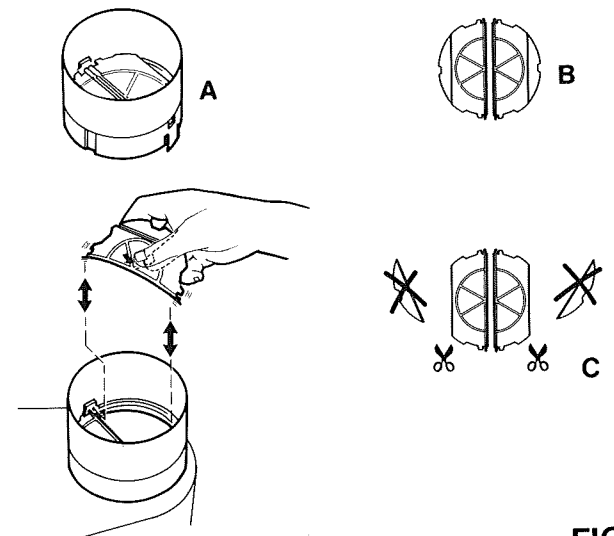

FIG 7
Demontering – montering av kaldtrekk-spjeld (se fig. 7).
- Ta ut klaffene (B) av spjeldsetet (A) ved å bøye dem som figuren viser.
- Klipp av klaffene som vist i fig. 7 (C).